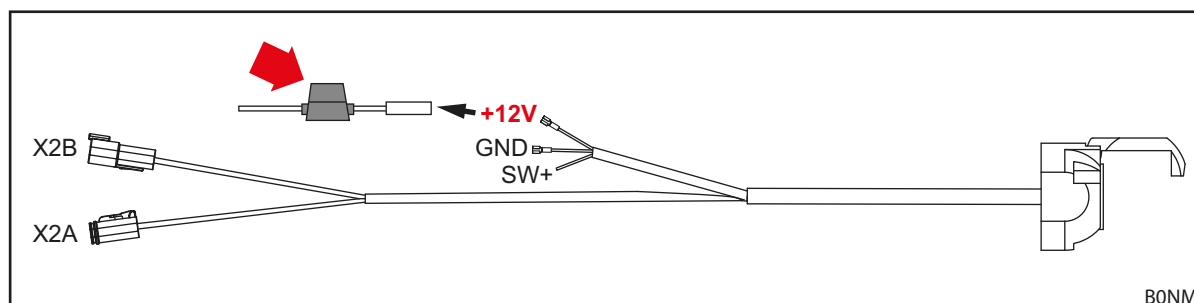

Fig. 53 Fascicul de cabluri STOLL-ISOBUS
- Localizarea și verificarea siguranței (nr. ident. 0484860, vedeți săgeata roșie în Fig. 53):